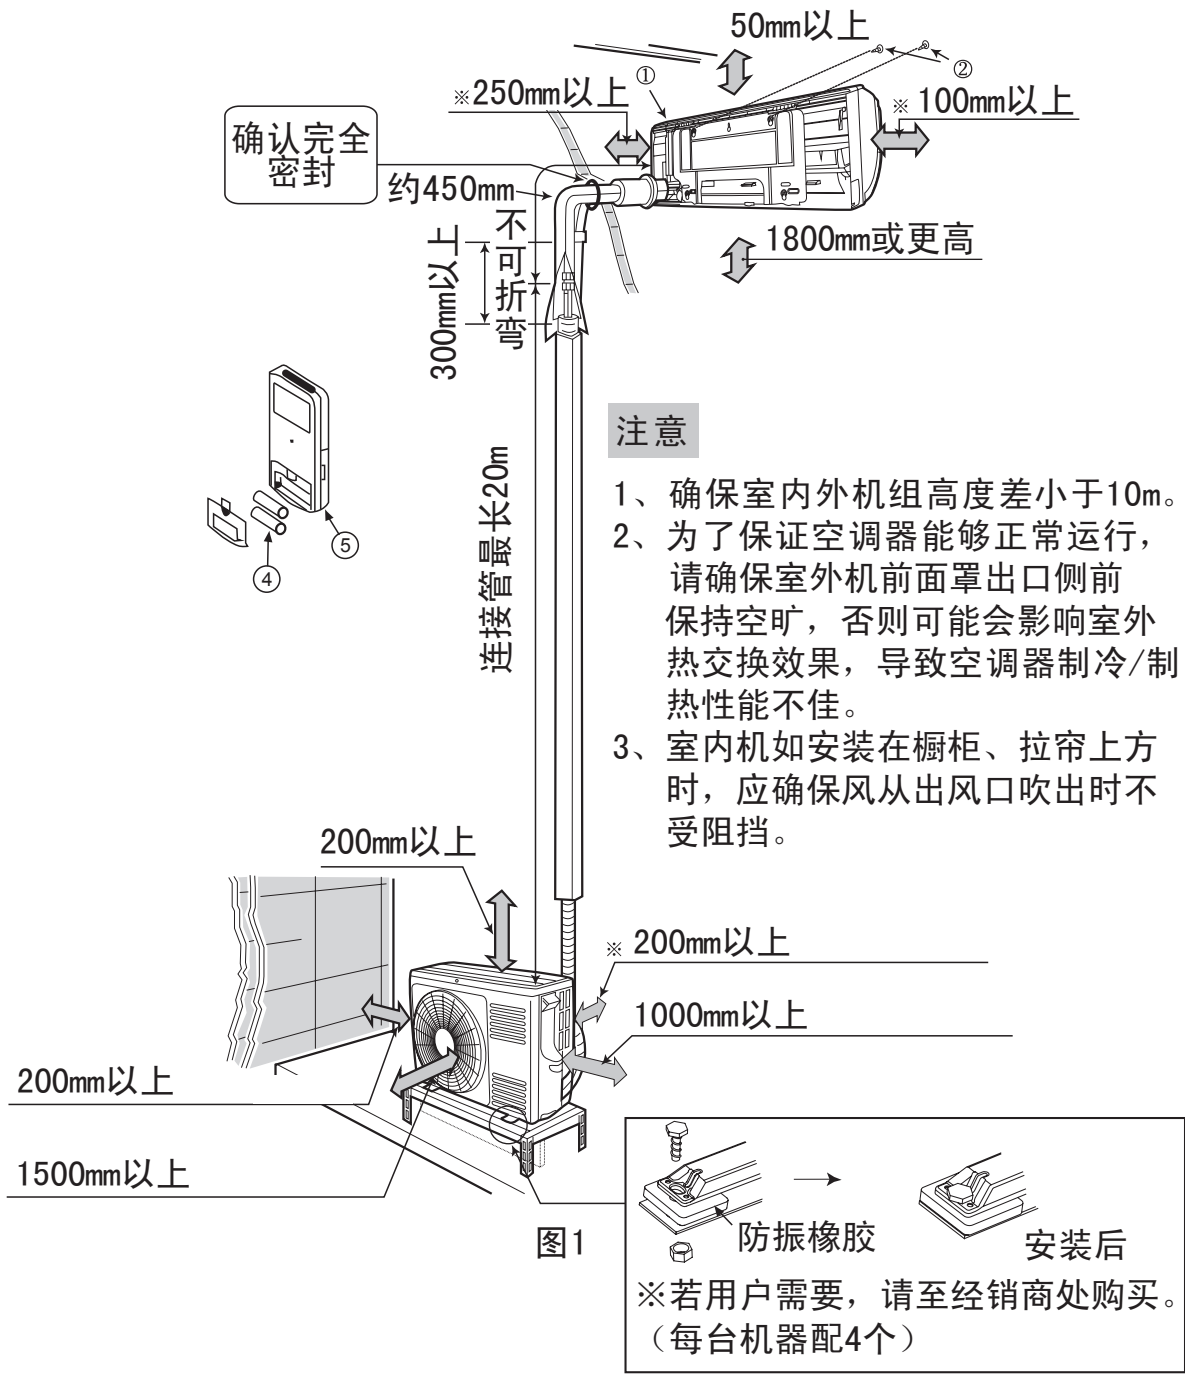
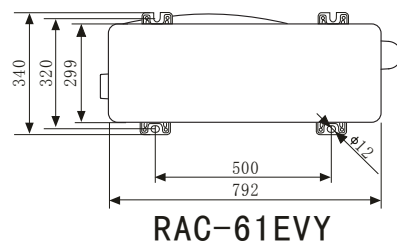

图1
图2
- 1. 示图1是连接配管安装成形。
- 2. 根据总装示图1结合对应附件按要求牢固安装。
- (1) 为了便于修理，室内机组旁边应如图1般保留空间。
- (1) 如图1所示保留室外机组旁的空位，避免任何障碍物妨碍通风系统。
- (2) 尽量安装于房屋的东或北方。如装于南或西方是无可避免时，应有遮盖物遮盖。
- (3) 最好不要安装在污秽或雨淋的地方。
- (4) 尽量靠近室内机组安装。
- (5) 室外机外形尺寸及安装固定孔位置见图2。